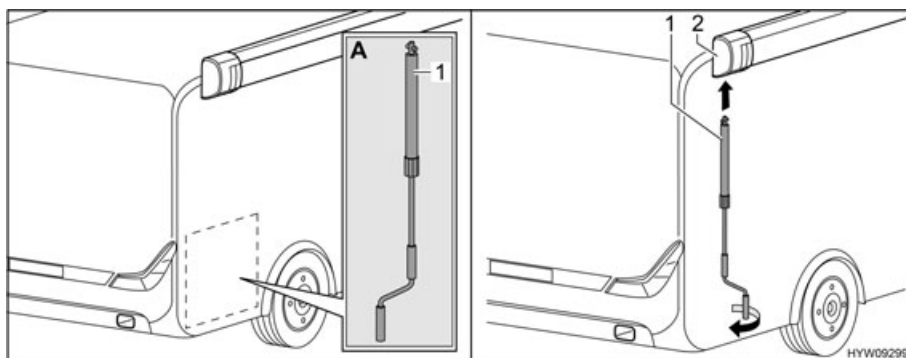

Fig. 20 Applicazione manovella
- Prelevare la manovella (Fig. 20,1) dal garage di coda (Fig. 20,A).
- Inserire la manovella nel supporto a baionetta (Fig. 20,2) della tenda.